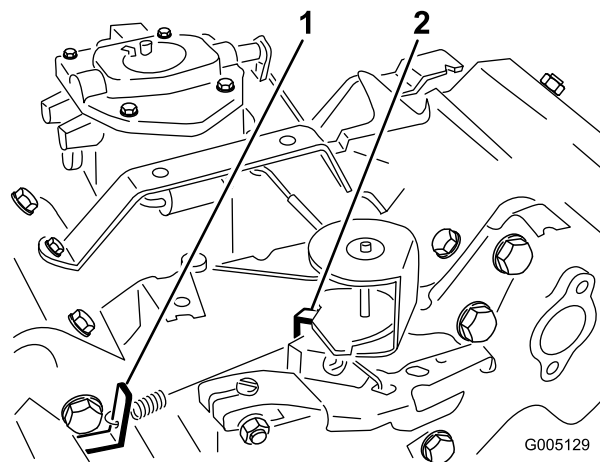

Figura 36
3. Dobre o batente da mola de velocidade intermédia (Figura 36) até obter uma velocidade de 1650 ± 100 rpm. Verifique a velocidade com um tacómetro.
- Desloque a alavanca do regulador para a posição Fast (rápido). dobre o batente da mola de velocidade elevada (Figura 36) até obter uma velocidade de 2850 ± 50 rpm.